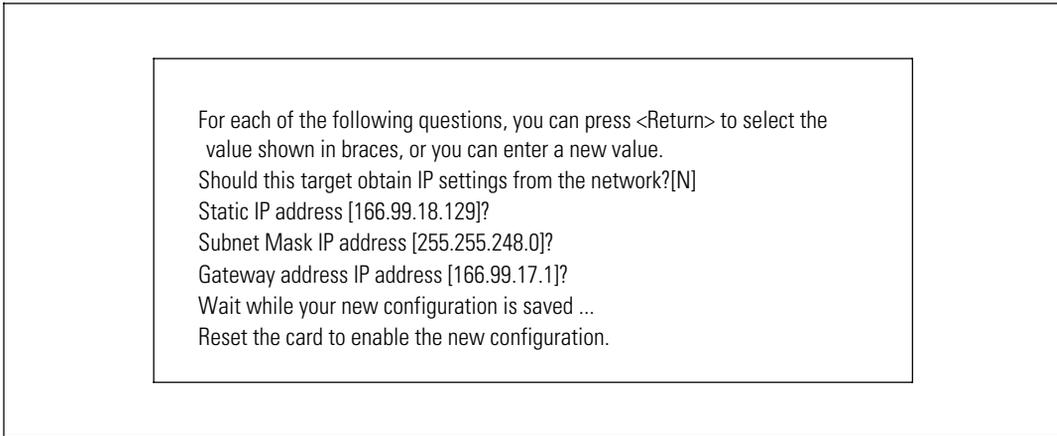

图 42. 修改网络设置
- **修改网络设置 (Modify Network settings)** : 修改现有的网络参数 (请参阅图 42)。重启网络管理卡以激活新参数。在 DHCP 模式中, 网络管理卡可根据 DHCP 服务器设置接收以下参数: